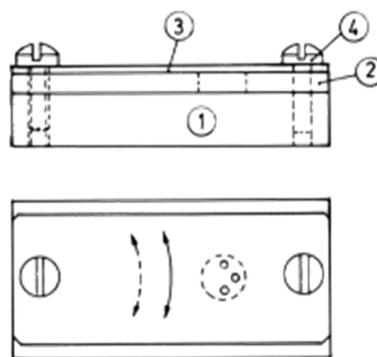

Abb. 7: Skizze für die Bohrvorrichtung
5. Bohren mit Bohrvorrichtung Beim Einbringen der Bohrungen spielen so viele Zufälle mit, daß man sich auch hier zur Herstellung einer Vorrichtung entschließen sollte (Abbildung 7). Da die geringste Abweichung von der Symmetrie des Bohrbildes mit dem bloßen Auge sichtbar ist, unterliegt die Vorrichtung hohen Genauigkeitsanforderungen. Damit aber aus unserer Vorrichtung keine Lehrenbohrwerksarbeit wird, ist die Fertigung aufgliedert in Herstellung des Bohrbildes all sich und in die Festlegung des Verhältnisses von Bohrbild zu Werkstück. Für den Fertigungsablauf